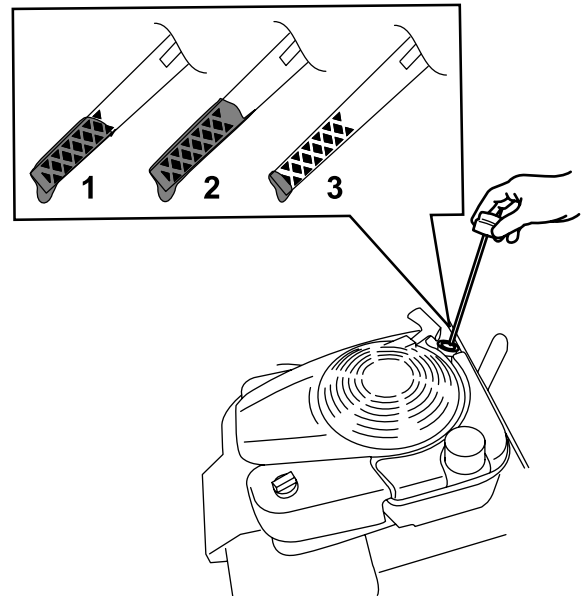

Figura 14
2. Retire la varilla girando el tapón en el sentido contrario a las agujas del reloj y tirando del mismo (Figura 14).
5. Observe en la varilla el nivel de aceite (Figura 14).
- Si el nivel de aceite de la varilla es demasiado bajo (Figura 14), vierta con cuidado una pequeña cantidad de aceite detergente SAE 30 o SAE 10W-30 en el tubo de llenado, espere 3 minutos, y repita los pasos 3 a 5 hasta que el aceite de la varilla llegue al nivel correcto. Consulte el tipo correcto de aceite en Cómo cambiar el aceite del motor (página 21).
- Si el nivel de aceite de la varilla es demasiado alto (Figura 14), drene el exceso de aceite hasta que el nivel de aceite en la varilla sea correcto; consulte Cómo cambiar el aceite del motor (página 21).